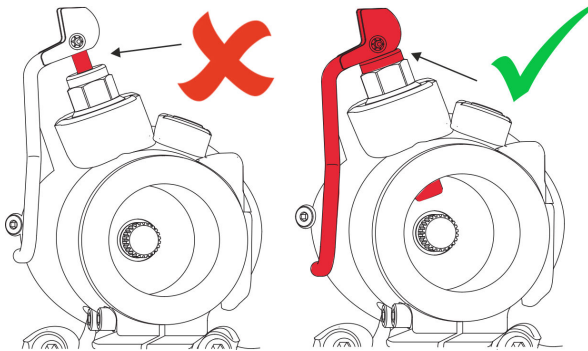

Abb. 29: Verriegelungshebel korrekt eingerastet
4. ➔ Anbaugerät oder Maschine bewegen, bis der Bolzen (Abb. 29) sichtbar einrastet.